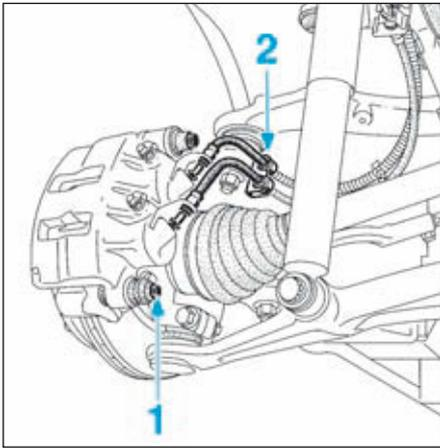

FIG.1
- Déposer la vis inférieure (1) de colonnette (Fig.1).
- Dégager les flexibles de frein (2) de leurs supports.